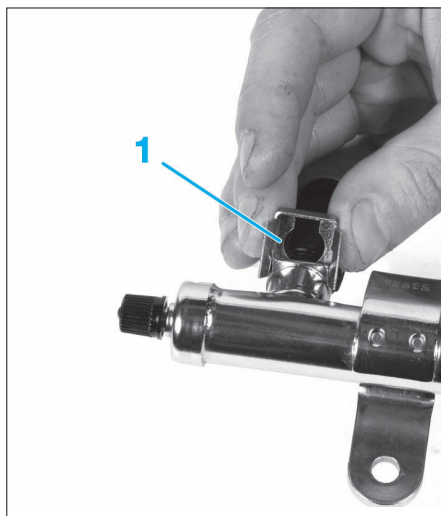

FIG. 46
- le clips de maintien (1) (Fig.46).